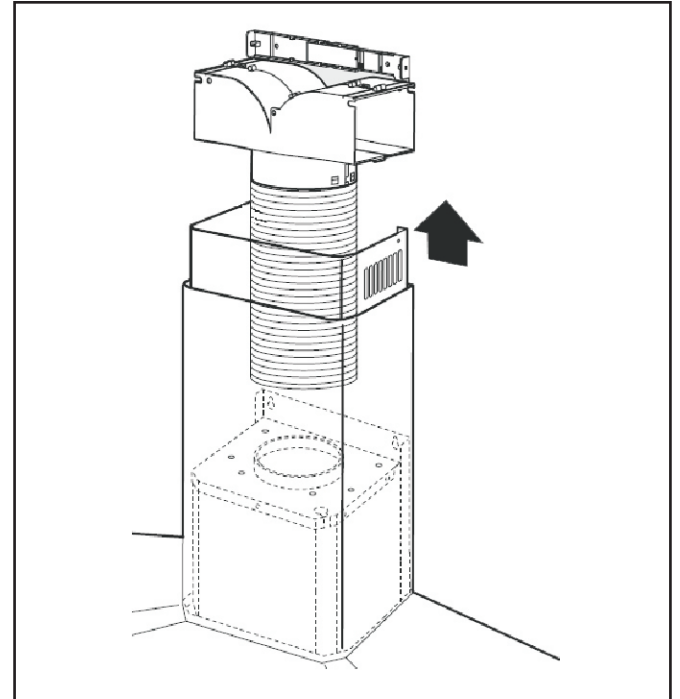

Fig.10
- Conecte, mediante un tubo de enlace de diámetro 150 mm, la arandela de salida de la campana y la derivación de plástico. Asegure la conexión de los empalmes, mediante cinta adhesiva **(Fig.10)**.